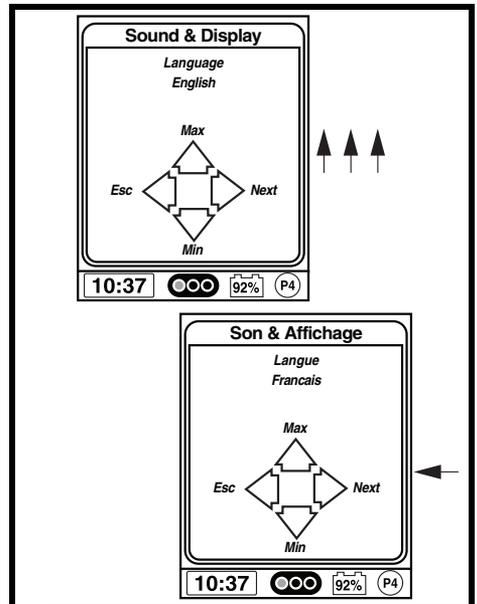

Figure 14. Écran de langue
6. Poussez la manette jusqu'à ce que la langue désirée soit soulignée. Voir la figure 14.